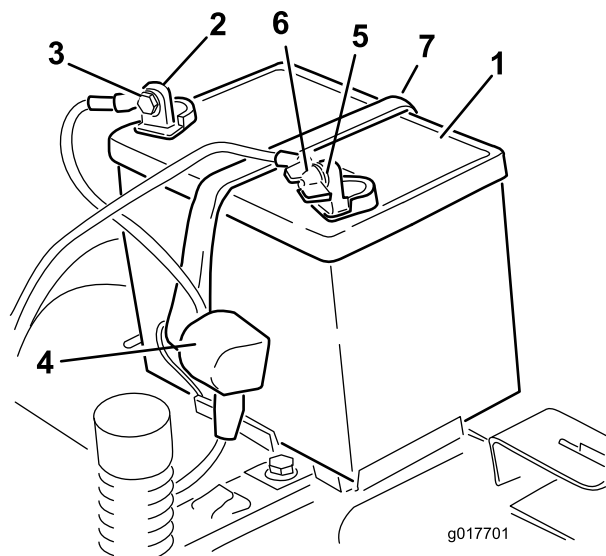

Figura 38
4. Desconecte el cable negativo de tierra (negro) del borne de la batería (Figura 38). Guarde todos los herrajes.
5. Deslice hacia arriba la cubierta de goma del cable positivo (rojo). Desconecte el cable positivo (rojo) del borne de la batería (Figura 38). Guarde todos los herrajes.
6. Retire la correa de sujeción de la batería y levante la batería para retirarla de su bandeja (Figura 38).
- Coloque la batería en la bandeja (Figura 38).
- Fije la batería con la correa de sujeción (Figura 38).